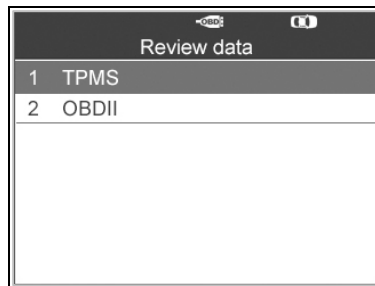

Figure 8.1
Utiliser le bouton de défilement **vers le haut/vers le bas** et le bouton de défilement **vers la gauche/vers la droite** pour sélectionner **Consultation des données** depuis l'écran principal (Figure 3.1) et attendre l'affichage du menu de consultation des données (Figure 8.1)
- 1) Utiliser le bouton de défilement **vers le haut/vers le bas** pour sélectionner **TPMS** ou **OBDII** depuis **Consultation des données** et appuyer sur le bouton **Y**. (Figure 8.1)